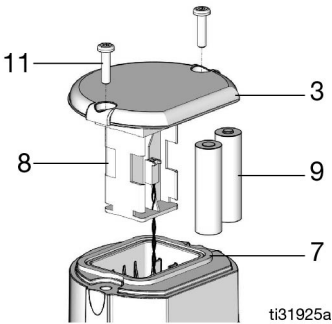

Рис. 10
1. Отверните два винта (11) и снимите крышку (3) (Рис. 10).
2. Аккуратно извлеките держатель батарей (8) из уровнемера (контроллера уровня в баке) на расстояние, достаточное для установки батарей (Рис. 10).